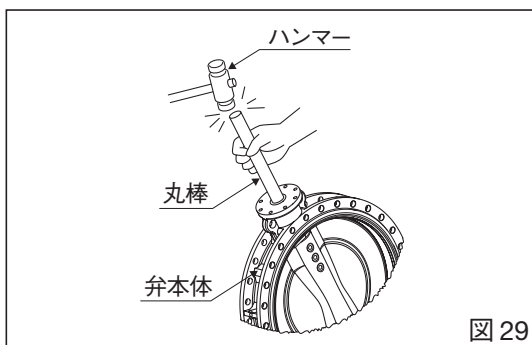

図 29
6.上軸穴から丸棒を差し込みハンマーにて下部弁棒を叩き出してください。同時にプッシュ、スラストリングも取り外してください。(図29)